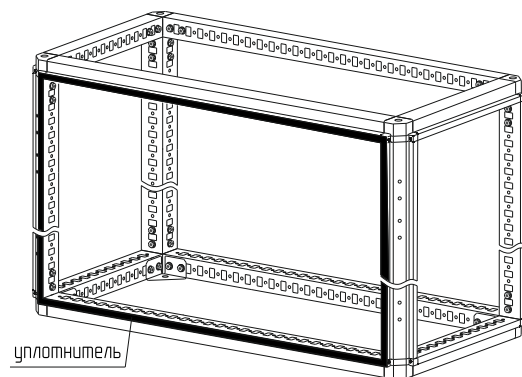

Рисунок 66
4.36.2 Проклейте один из каркасов в месте соединения уплотнителем из комплекта по всему периметру каркаса (рисунок 66) так, чтобы место стыка уплотнителя было в нижней горизонтальной части каркаса.